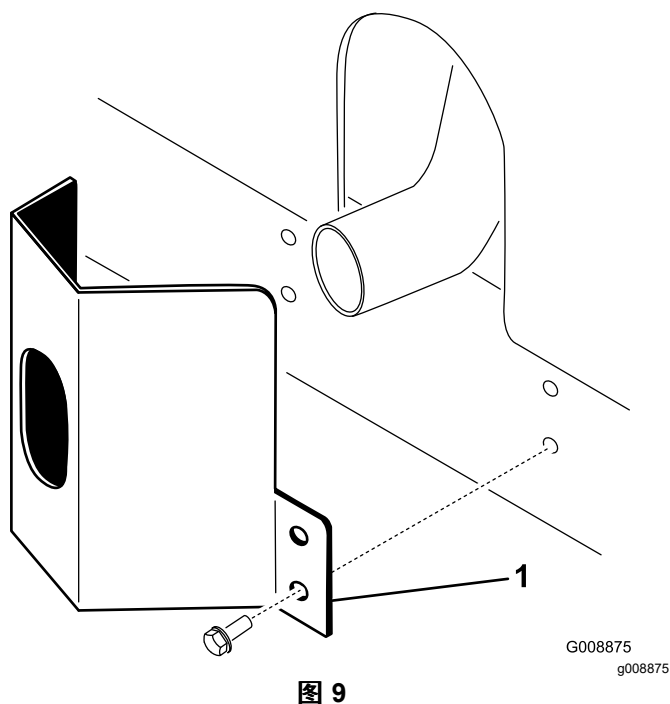

图 9
1. 将排气护罩放到消声器旁边同时将安装孔与机架中的孔对齐 图 9。
2. 用 4 个自攻螺丝将排气护罩固定到机架上 图 9。